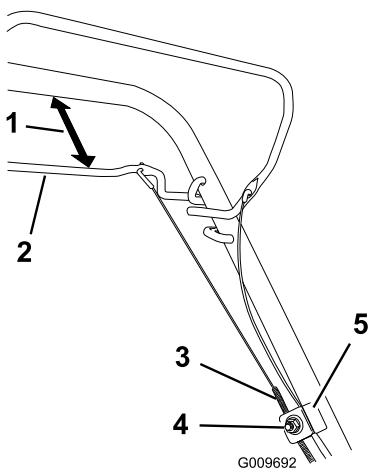

Рисунок 33
1. Ослабьте гайку держателя троса (Рисунок 33).
2. Установите между штангой управления самоходным приводом и рукояткой зазор величиной от 25 до 38 мм (от 1 до 1-1/2 дюйма) (Рисунок 33).
3. Потяните трос (по направлению к машине), пока он не ослабнет (Рисунок 33).